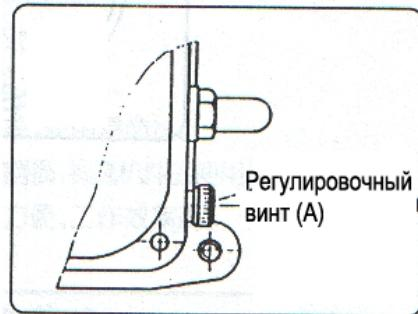

Рисунок 4-3
Давление прижимного диска можно отрегулировать, вращая рифлённую гайку (A) с правой стороны на задней части машины. См. рисунок 4-3.